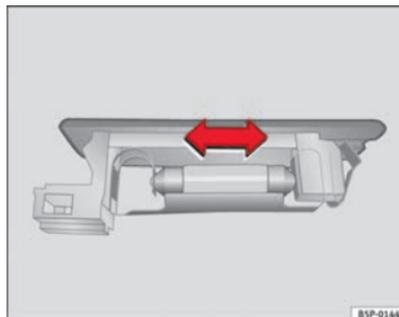

Fig. 177 Luz maletero
- Presione la lámpara lateralmente y extráigala del alojamiento ⇒ fig. 177.